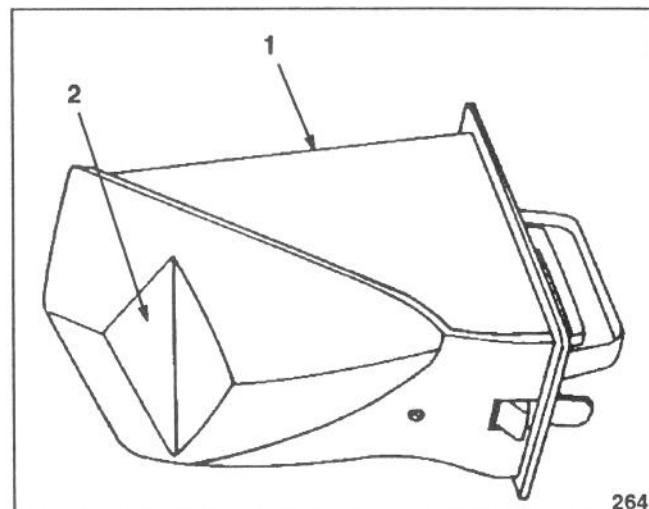

Figure 7
C. Un obturateur spécial qui s'adapte sur l'éjecteur (une cinquième plaque de déflection est montée sur l'obturateur) (Fig. 7)
On peut tonde sans utiliser l'obturateur, en fermant la porte de l'éjecteur. Toutefois, l'aspect de votre pelouse sera beaucoup plus satisfaisant si l'obturateur est utilisé, étant donné qu'il comporte une plaque de déflection supplémentaire (Fig. 7) qui aide à réinjecter les déchets dans le sol.